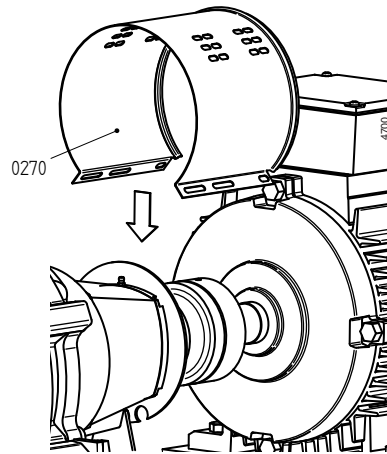

Figura 7: Instalación de la camisa en la parte del motor.
- 2 Extraiga ambas camisas (0270). Consulte figura 7.